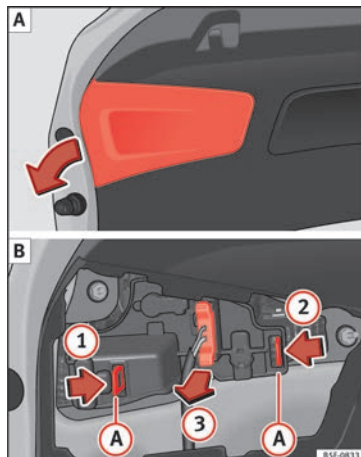

Fig. 113 Retrait du cache sur le hayon du coffre à bagages et démontage du porte-ampoule
- Retirez le cache du hayon dans le sens de la flèche » fig. 113 A.
- Déverrouillez les languettes de fixation A du porte-ampoule, en suivant le sens des flèches 1 et 2 » fig. 113 B.
- Retirez le porte-ampoule de son logement dans le sens de la flèche 3 » fig. 113 B.
- Remontez le porte-ampoule en vérifiant que les clips de fixation A » fig. 113 B sont correctement fixés.